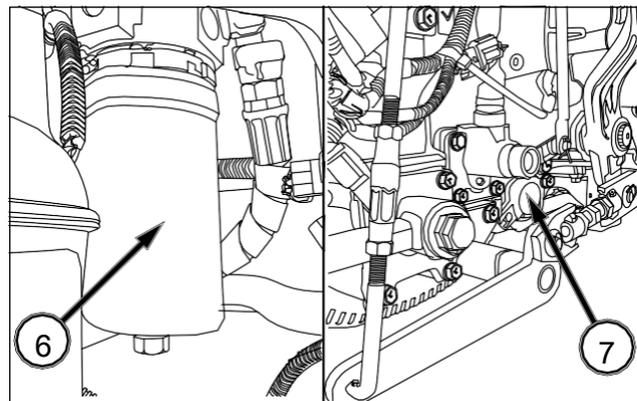

FIG. 199
FIG. 199: Para limpiar los filtros del aceite de transmisión (tipo HST) - Cuando el aceite se haya vaciado, desatornille el filtro de aceite de transmisión (6) del adaptador (puede ser necesaria una llave de correa) y el filtro de aceite de aspiración de transmisión (7) del cárter de transmisión.